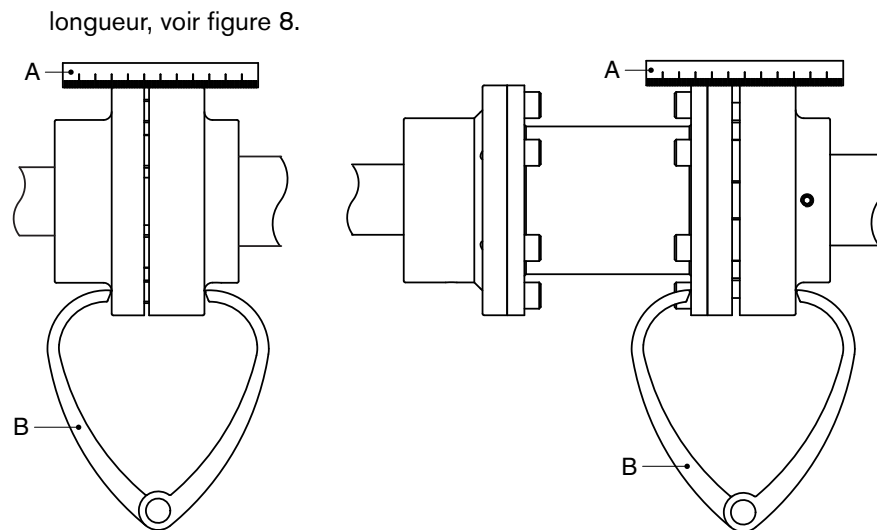

Figure 8: Alignement de l'accouplement à l'aide d'une règle et d'une paire de compas d'épaisseur externes.
- 3 Vérifiez encore l'alignement à l'aide d'une paire de compas d'épaisseur externes (B) en deux points diamétralement opposés sur les côtés des demi-accouplements, voir figure 8.